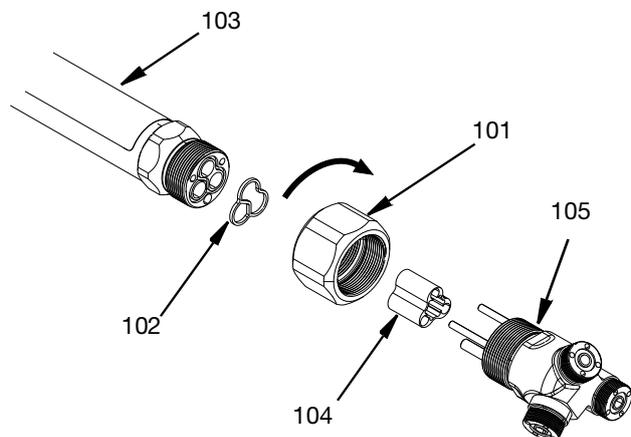

FIG. 29
1. Ponga la junta del adaptador (102) en el extremo del conjunto del tubo largo (103). Coloque el cojinete de cierre de la válvula (104) en las agujas de cierre de bola (418).
**NOTA:** El extremo abierto del cojinete de cierre de la válvula (104) debe estar hacia las boquillas dispensadoras.
2. Aplique lubricante antiagarrotamiento a las roscas del conjunto del tubo largo (103) y el conjunto adaptador de cabezal triple (105).
3. Apoye la tuerca de seguridad tensora (101) en el extremo roscado del conjunto del tubo largo (503), pero no la enrosque.
4. Inserte las clavijas del conjunto adaptador de cabezal triple (105) en el conjunto del tubo largo (103). Gire la tuerca tensora en el sentido de las agujas del reloj mirando hacia el alojamiento de la pieza giratoria de modo que las roscas del conjunto del tubo largo (103) y del conjunto adaptador de cabezal triple (105) se acoplen simultáneamente. Apriete la tuerca a  $101,69 \text{ N}\cdot\text{m}$  ( $75 \text{ lb}\cdot\text{pie}$ ). Consulte la FIG. 29.